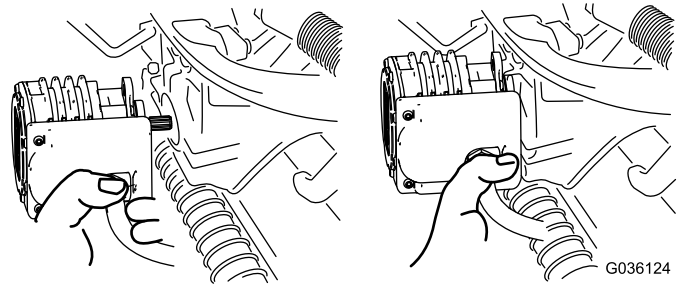

Figura 54
4. Mueva el motor al lugar de almacenamiento en la parte delantera del brazo de suspensión (Figura 54).